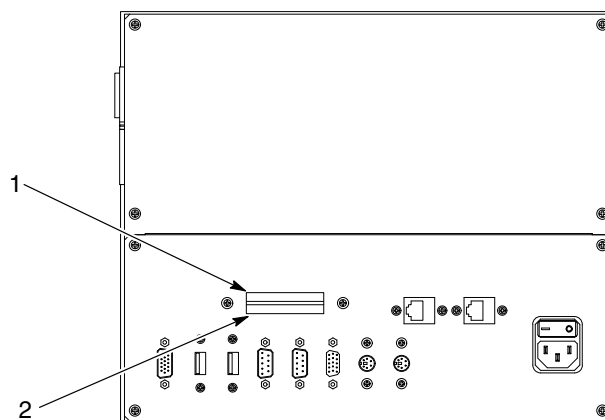

Bild 3-11 Placering av kort för användardata och program
Se bild 3-11. Kortplatserna för CompactFlash korten sitter på PC:ns baksida. Det övre kortet (1) innehåller användardata; det nedre kortet (2) är programkortet.